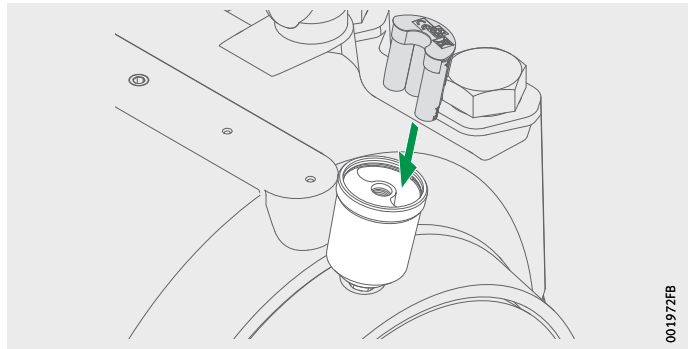

Figure 21
- ▶ Installer un nouveau bloc de batterie OPTIME-LW-C1.BATTERY (096687606-0000-10), *figure 21*, page 28.